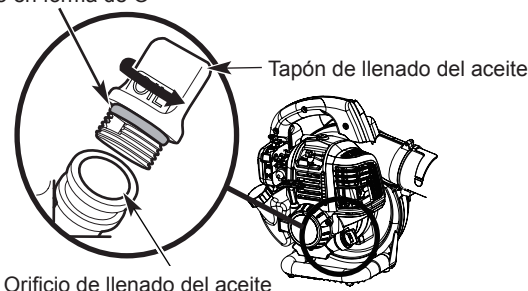

Fig. 9
3. Limpie el área entorno al tapón de llenado de aceite (Fig. 9) para prevenir que entre suciedad por el orificio de llenado del aceite.
Nota: Compruebe que el aro en forma de O está en su lugar en el tapón de llenado de aceite (Fig. 9).
1. Limpie el área entorno al tapón de llenado de aceite (Fig. 9) para prevenir que entre suciedad por el orificio de llenado del aceite.